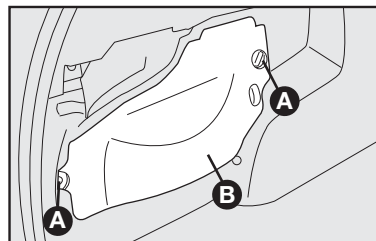

fig. 4
- Gire 1/4 de vuelta los seguros **A**-fig. 4 y quite la tapa plástica **B**-fig. 4.